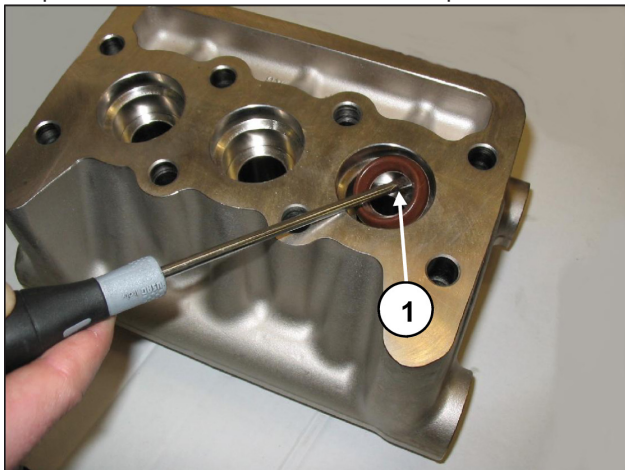

Fig. 30
C) Extraer las juntas de alta presión del cabezal y aquella de baja presión del correspondiente soporte utilizando herramientas simples como se indica en la Fig. 30, pos. ①, prestando atención a no dañar las correspondientes sedes.